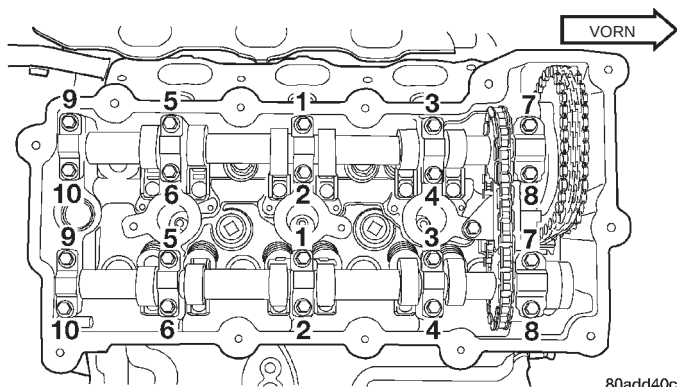
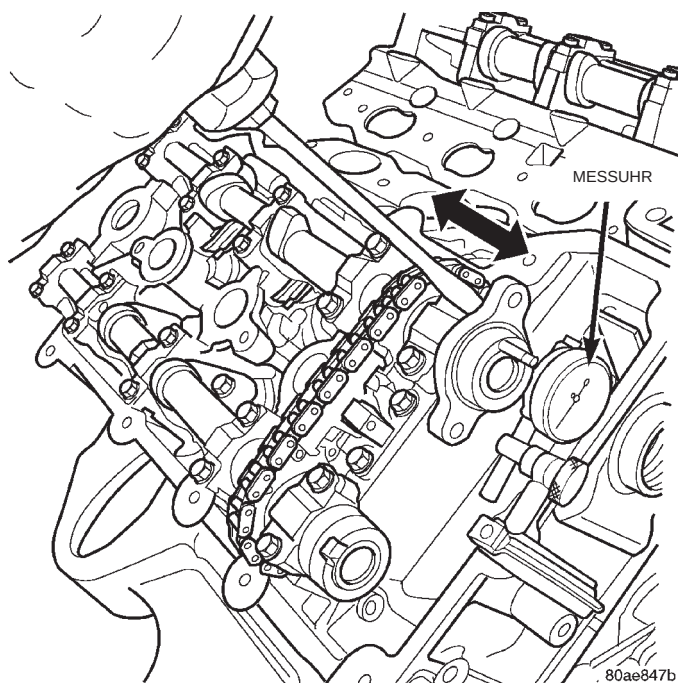

Abb. 36 Anziehreihenfolge der Nockenwellenlagerdeckel
Abb. 41 Axialspiel der Nockenwelle messen
- (3) Schrauben der Nockenwellenlagerdeckel allmählich in umgekehrter Einbaureihenfolge lösen (Abb. 36).
- (4) Nockenwellenlagerdeckel abbauen.
- (5) Nockenwellen, Sekundärkette und Spannvorrichtung gemeinsam ausbauen.
- (6) Spannvorrichtung und Steuerkette von den Nockenwellen abnehmen.
- (7) Nockenwellen prüfen. Näheres hierzu siehe unter Reinigung und Prüfung in diesem Abschnitt.
(8) Schrauben der Nockenwellenlagerdeckel in mehreren Durchgängen mit einem Anzugsmoment von 12 N·m (105 in. lbs.) festziehen, dabei die in (Abb. 36) gezeigte Reihenfolge einhalten.
(9) Schrauben für Sekundärkettenspanner eindrehen und mit einem Anzugsmoment von 12 N·m (105 in. lbs.) festziehen.
(10) Sicherungsstift für Sekundärkettenspanner herausziehen.
(11) Axialspiel der Nockenwellen prüfen, hierzu eine Meßuhr fest am Zylinderkopf anbringen. Taster senkrecht gegen das Ende der zu prüfenden Nockenwelle setzen. Nockenwelle bis zum Anschlag nach hinten schieben. Meßuhr auf Null stellen. Nockenwelle bis zum Anschlag nach vorn schieben und die Meßuhr ablesen (Abb. 41).
(12) Primärsteuerkette einbauen. Näheres hierzu siehe entsprechende Anleitung in diesem Abschnitt.